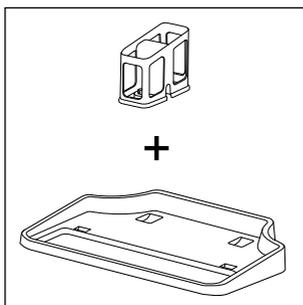
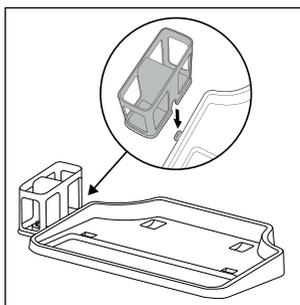

Fig. 4
Fig. 5
- ◆ Stația de parcare și curățare constă dintr-o tavă de depozitare **4** și un suport pentru rola perie **5** (a se vedea fig. 4). Pentru a monta stația de parcare și curățare, împingeți suportul pentru rola perie **5** lateral, în orificiul tăvii de depozitare **4**. Împingeți în jos, în orificiu, suportul pentru rola perie **5** până când este bine așezat pe tava de depozitare **4** (a se vedea fig. 5).